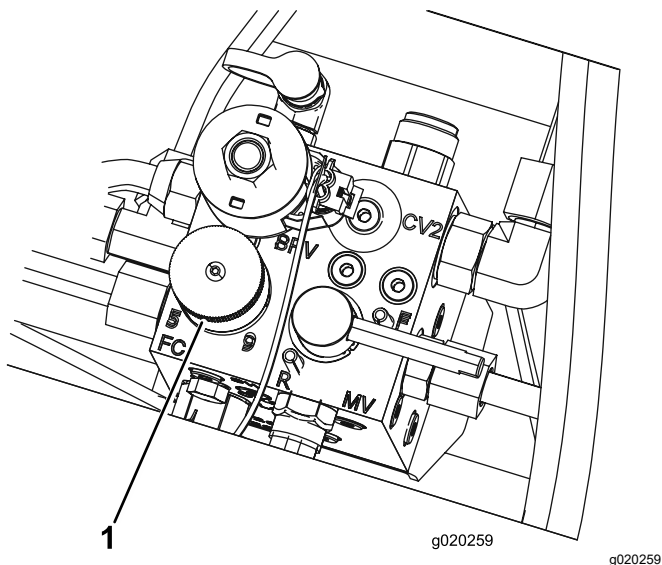

Bild 37
4. Drehen Sie zum Einstellen der Spindeldrehzahl das Handrad (**Bild 37**), bis die Zeiger auf die Nummer zeigen, die der gewünschten Einstellung entspricht.